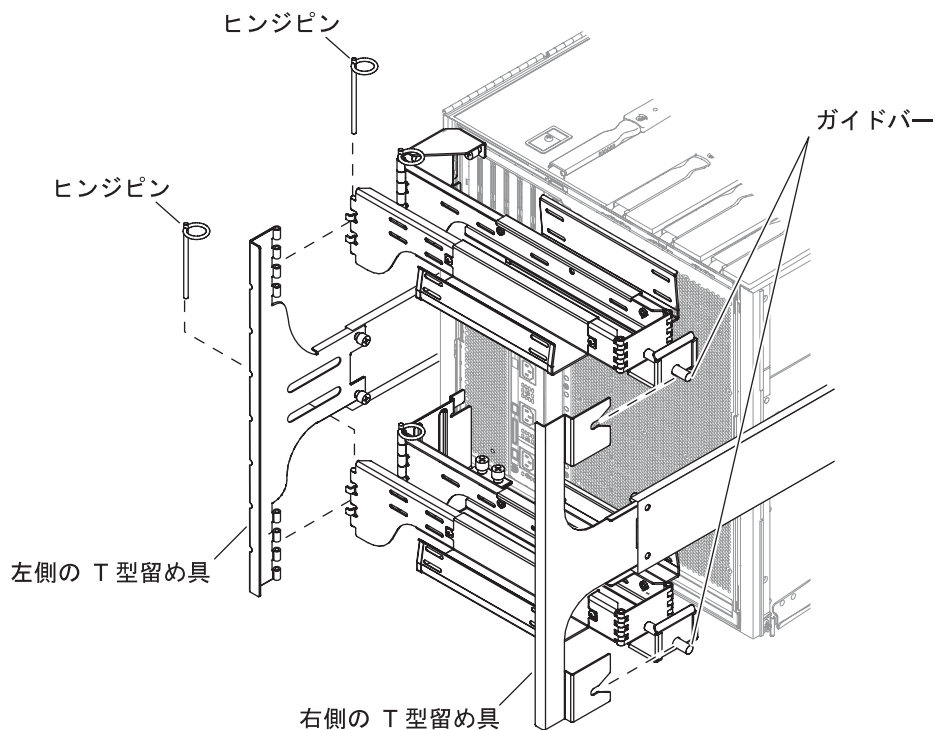

図 14-4 上部および下部の CMA アームの T 型留め具からの取り外し
2. 関連するヒンジピンを外して、上部および下部のアームを左側の T 型留め具から取り外します (図 14-4)。